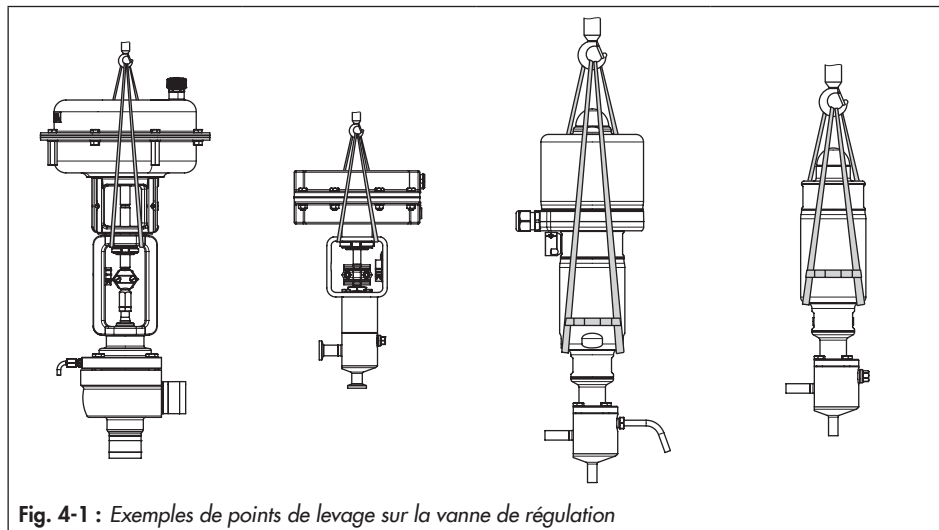

Fig. 4-1 : Exemples de points de levage sur la vanne de régulation
- Utiliser un crochet doté d'une fermeture sécurisée pour supporter la vanne (cf. Fig. 4-1) afin d'empêcher les dispositifs d'arrimage de glisser hors du crochet au cours du levage et du transport.